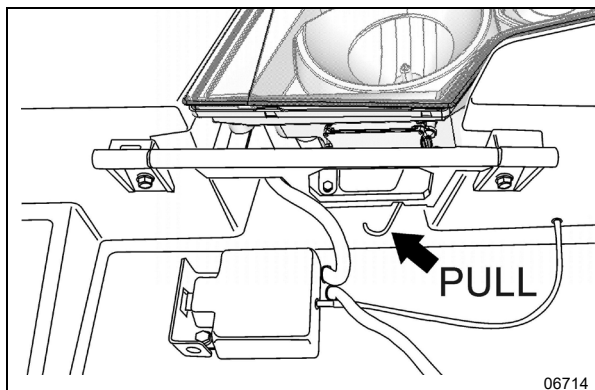

FIGURA 83: OSCILACIÓN DEL ENSAMBLAJE DE FAROS
3. Jale la barra que se muestra en FIGURA 83 para girar el ensamblaje de los faros.